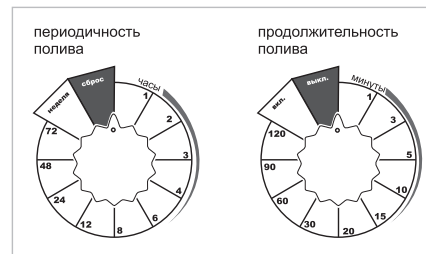

Рис. 3
- Для новой программы переключите таймер (продолжительность полива) в положение "Выкл."(см. Рис.3)